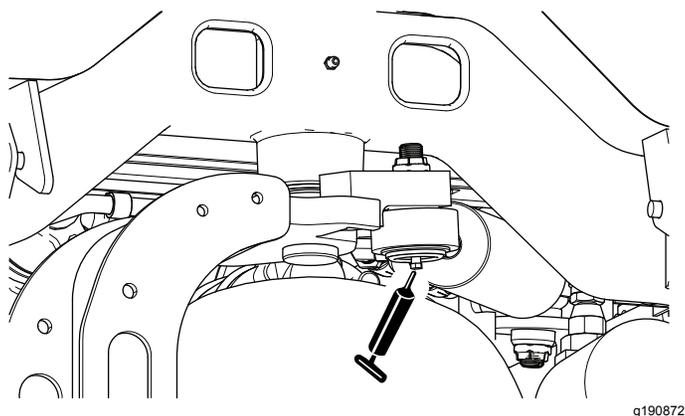

Рисунок 60
**Примечание:** При желании установите дополнительную масленку на другой конец цилиндра рулевого механизма. Снимите колесо, установите масленку, заправьте ее консистентной смазкой, снимите масленку и установите пробку (Рисунок 60).